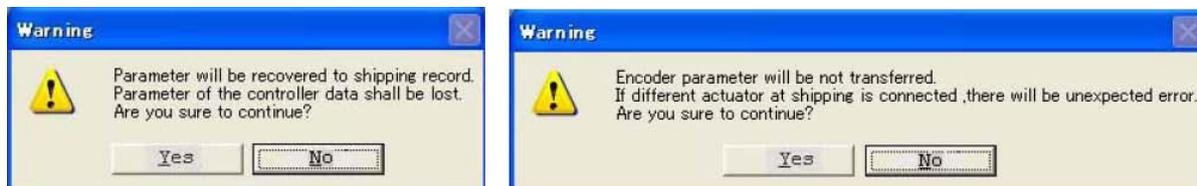

图 8.22 警告对话框
(3) 选择通过(2)所显示的菜单“Parameter of Shipping”后，将显示如图 8.22 所示的对话框，如没有问题，请点击“**Yes**”。